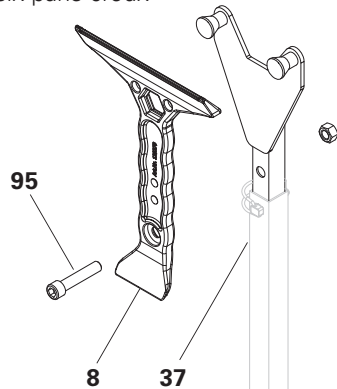

Fig. E1.04
- Afin de satisfaire aux exigences imposées à la surface, celle-ci peut être remplacée. (Fig. E1.04)
A cet effet, visser à bloc l'outil universel DUO (8) sur la barre de montage DUO (37) à l'aide d'une vis à six pans creux M12 x 60 et d'un écrou. (Fig. E1.04)